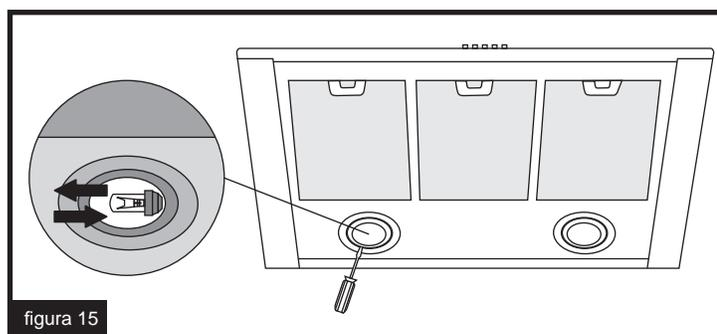

figura 15
- Para substituí-las [ veja a figura 15 ]: